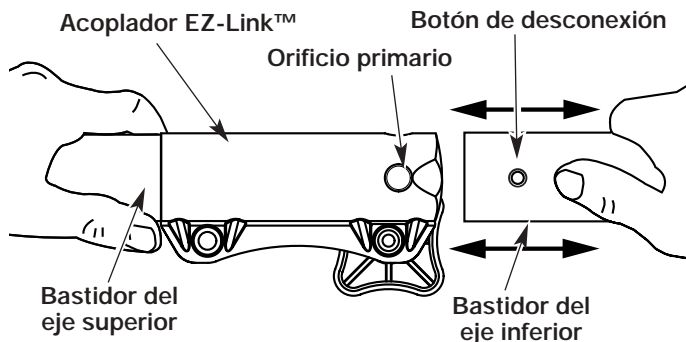

Fig. 25
2. Mientras sostiene el accesorio con firmeza, empujelo en línea recta en el acoplador EZ-Link™ (Fig. 25).